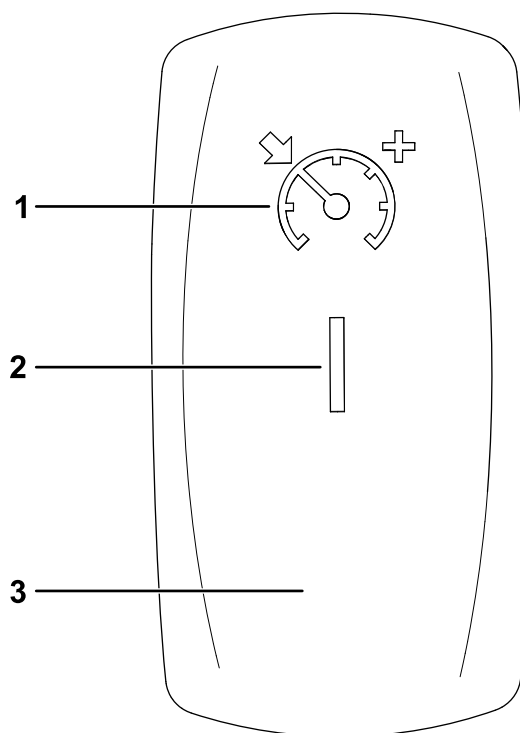

Figure 84
1. Placez la commande du régulateur de vitesse à la position ACTIVÉE (Figure 84).
2. Lorsque vous roulez à la vitesse souhaitée, appuyez sur le haut de la commande du régulateur de vitesse pour activer/programmer le régulateur de vitesse (Figure 84).
Pour augmenter la vitesse programmée sur le régulateur de vitesse, appuyez sur le haut de la commande jusqu'à ce que la vitesse voulue soit atteinte (Figure 84).
Pour désactiver le régulateur de vitesse, appuyez sur le bas de la commande (position DÉSACTIVÉE) (Figure 84).